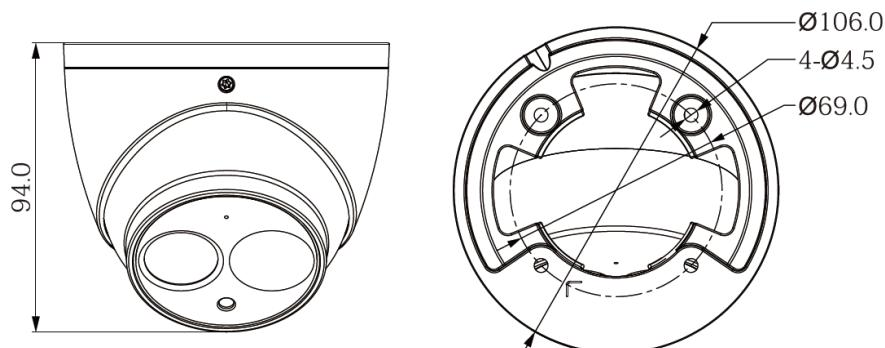

Рисунок 5.1
5.2.2 Выберите место крепления камеры с учетом габаритных размеров изделия (рис.5.1) и удобства работы с монтажным инструментом.